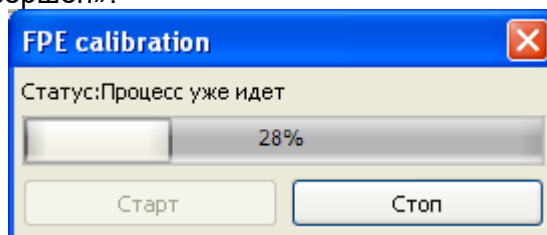

Рисунок 23 Калибровка эмулятора давления топлива
- **Эмулятор давления топлива (FPE)²** – Опция, активирующая встроенный эмулятор давления бензина, необходимая в автомобилях, выдающих ошибку, связанную с давлением топлива во время работы двигателя на газе. Чтобы воспользоваться функцией, следует подключить контроллер к цепям регулировки давления бензина, как показано на рисунке 8, согласно указаниям в таблице 1. Затем следует провести процесс калибровки эмулятора (Рисунок 23). Для начала следует нажать на кнопку «старт» и запустить двигатель, который должен быть предварительно разогрет. Процесс калибровки является автоматическим и, как правило, длится около 3 минут. Правильно проведенная процедура калибровки заканчивается сообщением «процесс успешно завершён».